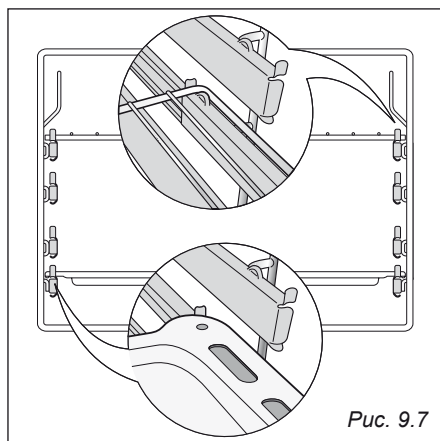

Рис. 9.7
- Установите полочку и противень на скользящих полочках (Рис. 9.7).